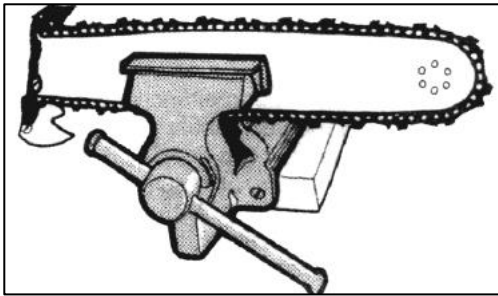

Fig.41
2. Fixez le guide dans un étau de manière à ce que la chaîne puisse glisser. (Fig. 41)